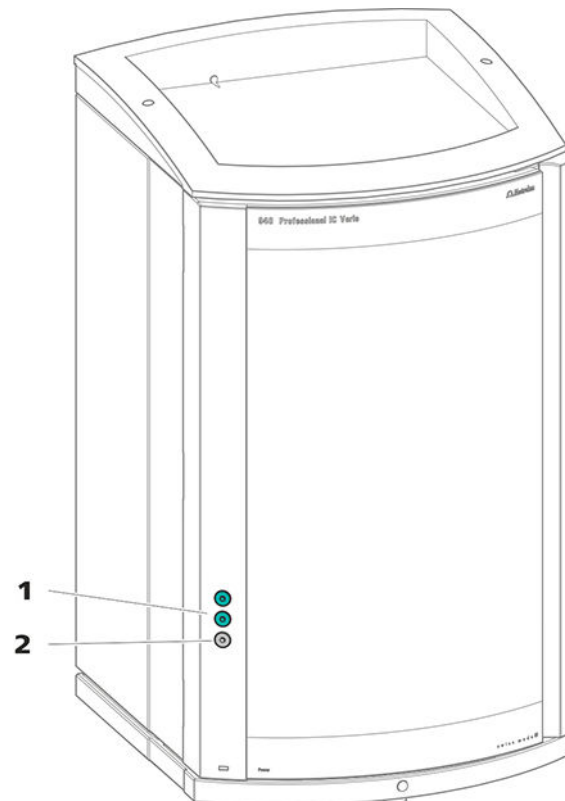

Abbildung 3 Durchführungen an der Tür
- Öffnungen an der Tür (siehe Abbildung 3, Seite 14)